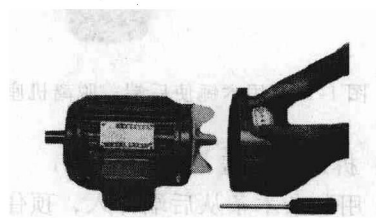

图 1-6 拆风罩
2) 拆风罩。用螺钉旋具将风罩四周的螺钉拧下, 用力往外拔, 风罩便会脱离机壳, 如图 1-6 所示。